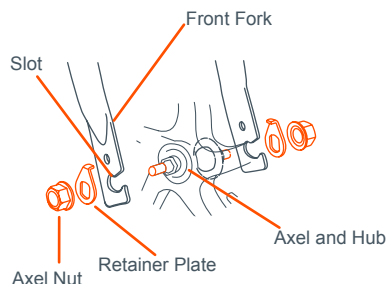

Fig. 3
- 3) • Faites glisser la plaque d'arrêt sur la roue avant. Assurez-vous que la languette relevée pointe en direction de la fourche et insérez-la dans la fente de la fourche. Avant de serrer la roue, alignez la languette de la plaque d'arrêt avec la fente (Fig. 3).